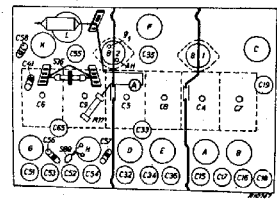

Fig. 7
B. H.F. en OSCILLATORBEREIKEN (zie Fig. 7).
Op een gemoduleerd signaal van 11,8 MHz en met de wijzer op het 11,8 MHz trimpunt. C52, C16 en C33 trimmen op maximum output (eerste uitslag van de meter). Op een gemoduleerd signaal van 9,6 MHz en met de wijzer op het 9,6 MHz trimpunt. S88 (lus in de bedrading, zie trimschema Fig. 7) trimmen op maximum output door deze lus in elkaar te draaien. Het trimmen herhalen en daarna C52, C16 en C33 aflakken.